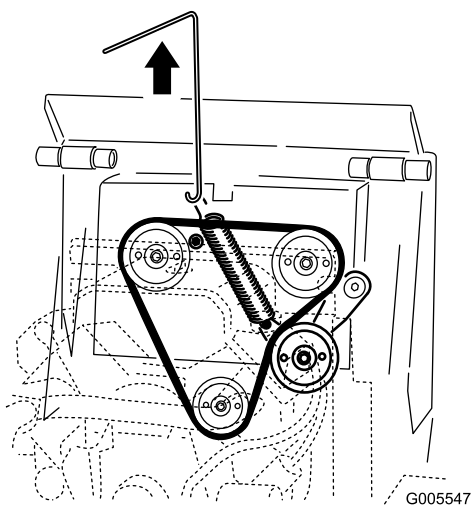

**Рисунок 47**
4. Снимите пружину промежуточного шкива с узла промежуточного шкива (Рисунок 47).
6. Установите новый ремень привода на трех шкивах (Рисунок 47).